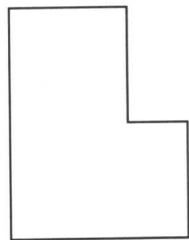

图 1-1 绘制多段线
Step 1 新建图形文件，运行菜单命令【绘图】|【多段线】，绘制多段线，结果如图 1-1 所示。提示信息如下：